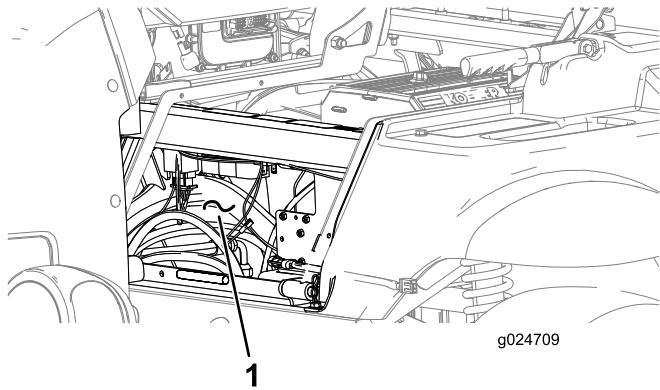

Figure 5
1. Faites passer le faisceau par l'avant du carénage du siège (Figure 5).